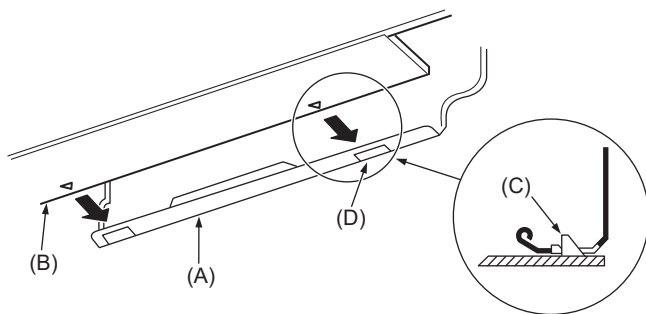

Fig. 3-15
3. Al introducir las tuberías de refrigerante y la manguera de drenaje en el orificio de penetración en la pared (manguito de penetración), cuelgue la parte superior de la unidad interior en la placa de montaje (1).
5. Fije la unidad en la placa de montaje (1) empujando la parte inferior de la unidad. (Fig. 3-15)
- * Asegúrese de que los tiradores de la parte inferior de la unidad interior estén bien enganchados en la placa de montaje (1).
- (A) Placa de montaje (1)
- (B) Unidad interior
- (C) Gancho
- (D) Orificio cuadrado